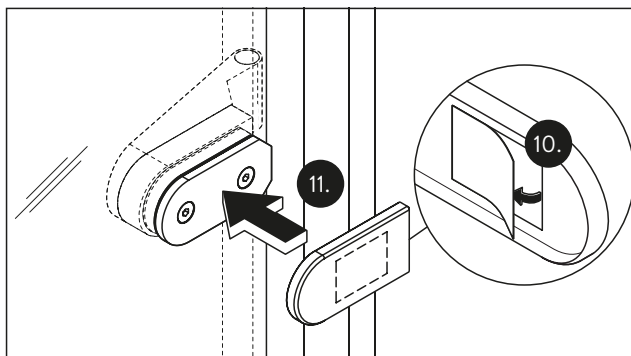

Abb. 12 Abdeckkappe aufkleben
10. Die Schutzfolien der Klebestreifen auf den Abdeckkappen abziehen (Abb. 12).
11. Die Abdeckkappen auf die Gegenplatten kleben (Abb. 12).